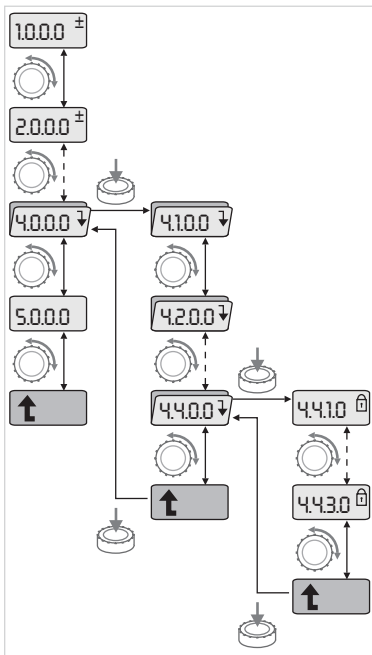

Fig. 33: Przykład nawigacji
- Przeprowadzić nawigację w obrębie menu w następujący sposób (przykład patrz Fig. 33):